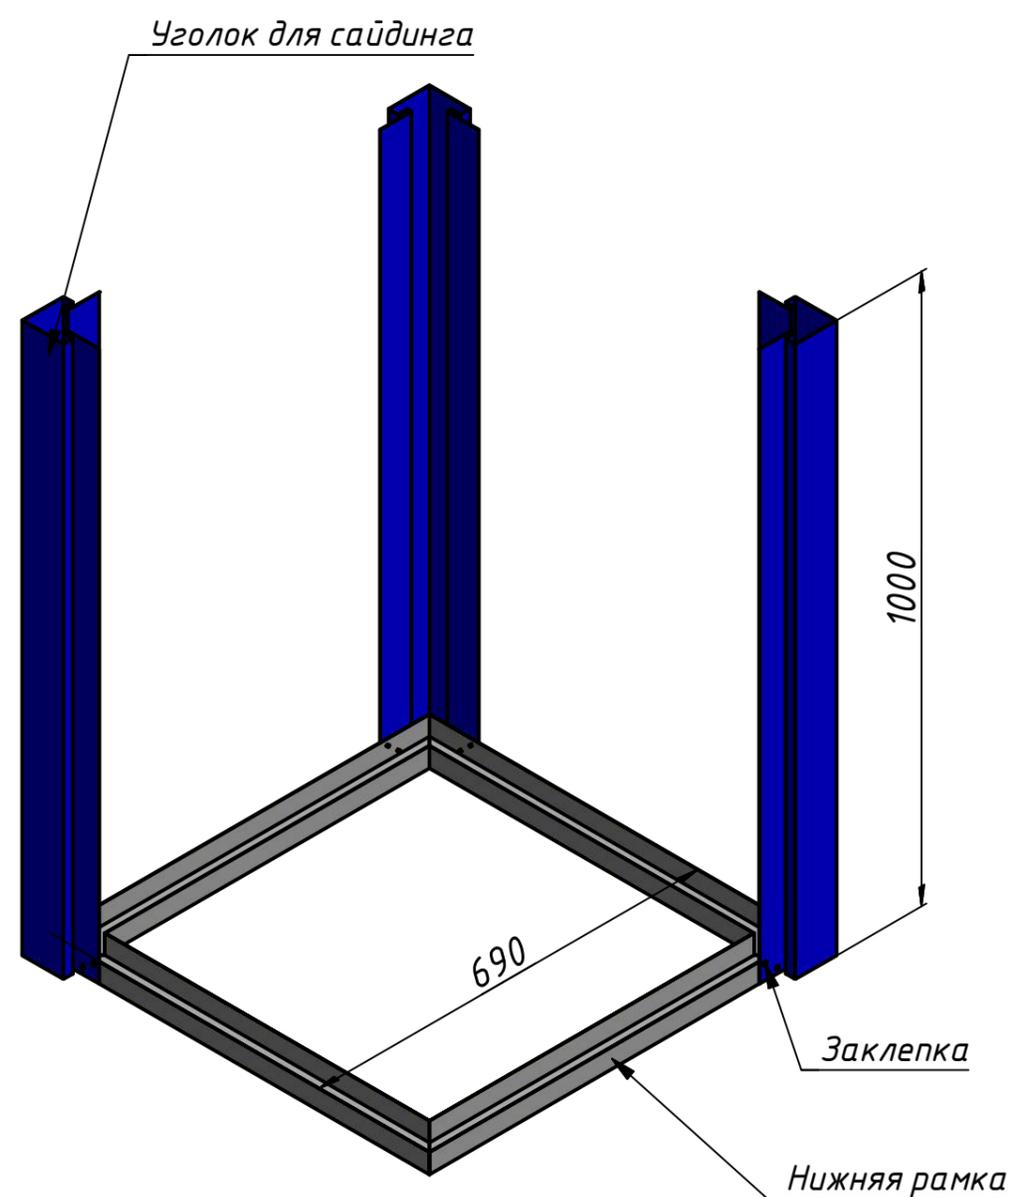

Рис.7
4.2.2. Уголки для сайдинга высотой 1000 мм прикрепить к нижней рамке-основанию (рис. 1г) заклепками (рис. 7)